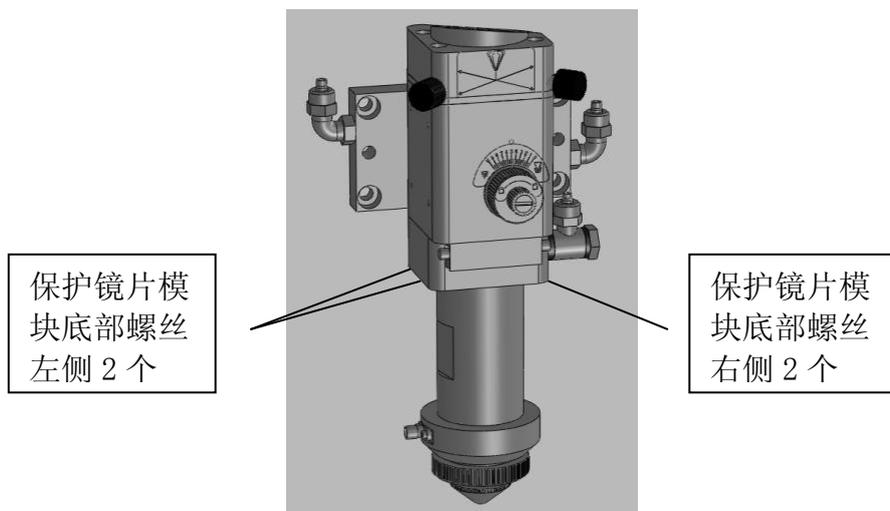

图 11-1
- 2、将短线缆取下，用 3 号内六角扳手将保护镜片模块底部的 4 个螺丝拧开，如图 11-1（螺丝上有卡口，即便完全拧松，螺丝也不会掉落），取下保护镜片模块与底部套件，妥善放置。
- 3、将保护镜片模块和底部套件重新安装到调焦模块上如图 11-1。